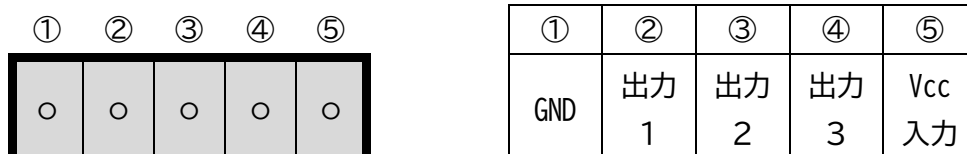

図2 I/F-1 ピン配置 (top view)
(2) タクトスイッチ(TCS),トグルスイッチ (TGS)は、抵抗 R1、R2 でプルダウンまたはプルアップされている
(3) 構成する各部品を操作・反応させることにより、図2の各②③④ピンより、HIGH レベルまたは LOW レベルが出力される